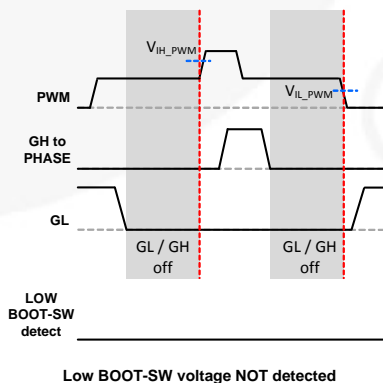

图 33. 未检测到较低的 BOOT-SW 电压并且 PWM 从三态变为高电平或低电平
- 如果未检测到低 BOOT-SW 电压状况，在退出三态时，SPS 执行 PWM 指令（参见图 33）。